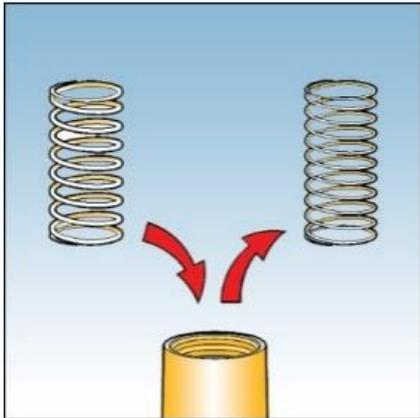

Fig. 10
4. 4 Remova a mola e substitua pela nova. Veja Fig. 10.